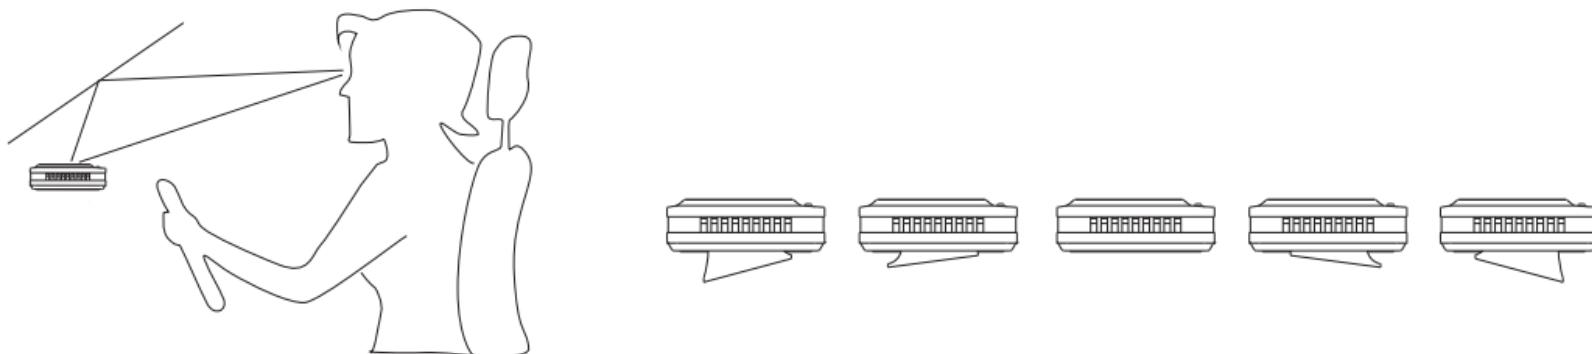

Рис.13
- Установите дисплей на передней панели автомобиля в месте наиболее удобном для водителя, используя двухсторонний скотч и при необходимости площадки для изменения угла наклона (см.рис. 13)
- Хорошо очистите и обезжирьте поверхность лобового стекла, затем увлажните поверхность и при помощи мягкого шпателя наклейте тонировочную пленку (см.рис.13)